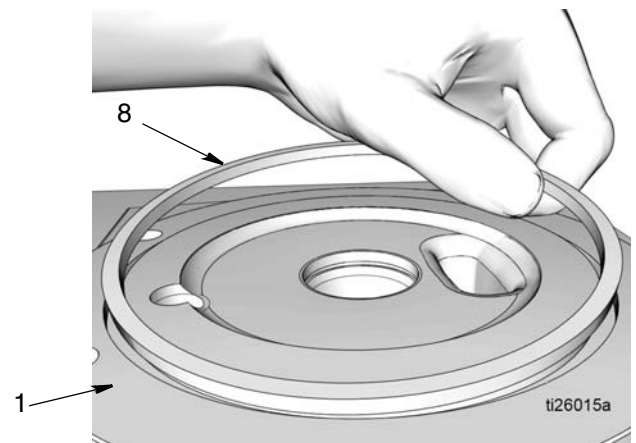

图 28
21. 从泵底座 (1) 上拆下方 O 形圈 (8) (图 28)。根据正确处置的所有相关规定，处置 O 形圈。